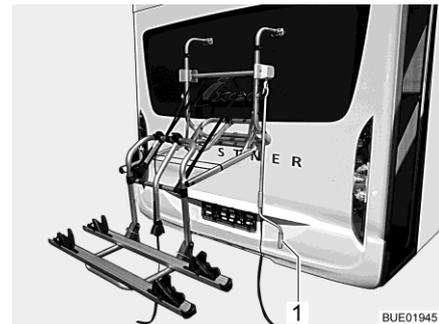

Fig. 4 Portabicicletas, bajado
- Colocar la manivela (Fig. 4,1) en el portabicicletas y bajar el portabicicletas a la altura de la mano.